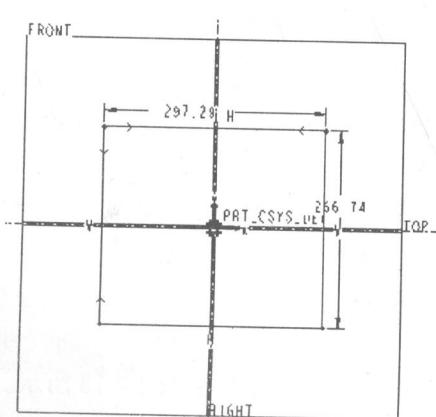

图 1-13 绘制矩形
(3) 接着点击“草绘”(Sketch)→“矩形”(Rectangle)，在左上方任意用左键指定一点，然后移动鼠标，即可看到黄色的矩形，慢慢移动鼠标，当矩形最右边与最左边对称的时候，最上两个顶点，会出现两个红色箭头，当最下边与最上边对称的时候，最左两个顶点也会出现两个红色箭头，先出现的两个红色箭头会消失，再点击左键，即绘制出一个矩形，如图 1-13 所示。按鼠标中键结束绘制矩形功能。